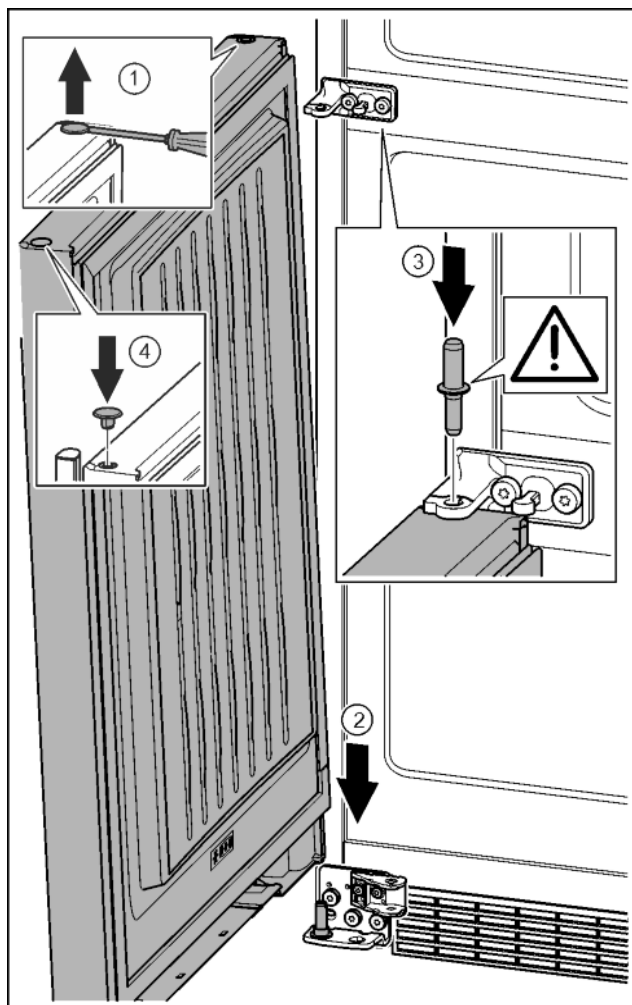

Fig. 31
- ▶ Осторожно приподнять шлицевой отверткой заглушку и извлечь ее. Fig. 31 (1)
- ▶ Установить дверь сверху на нижний опорный палец. Fig. 31 (2)
- ▶ Вставить средний опорный палец через средний опорный кронштейн в нижнюю дверь. При этом следить за тем, чтобы выступ фиксатора был направлен назад. Fig. 31 (3)
- ▶ Заглушку снова вставить с другой стороны. Fig. 31 (4)